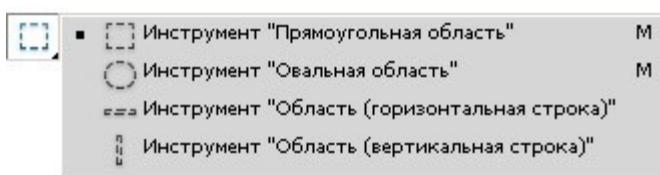

Рисунок 29. Инструменты геометрического выделения в Adobe Photoshop
- геометрические, то есть использующие для построения выделений разнообразные геометрические формы (прямоугольную, эллиптическую). В Photoshop для этой цели используются четыре инструмента, входящих в состав раскрывающейся панели инструмента **Marquee (Область)** - рис. 29.